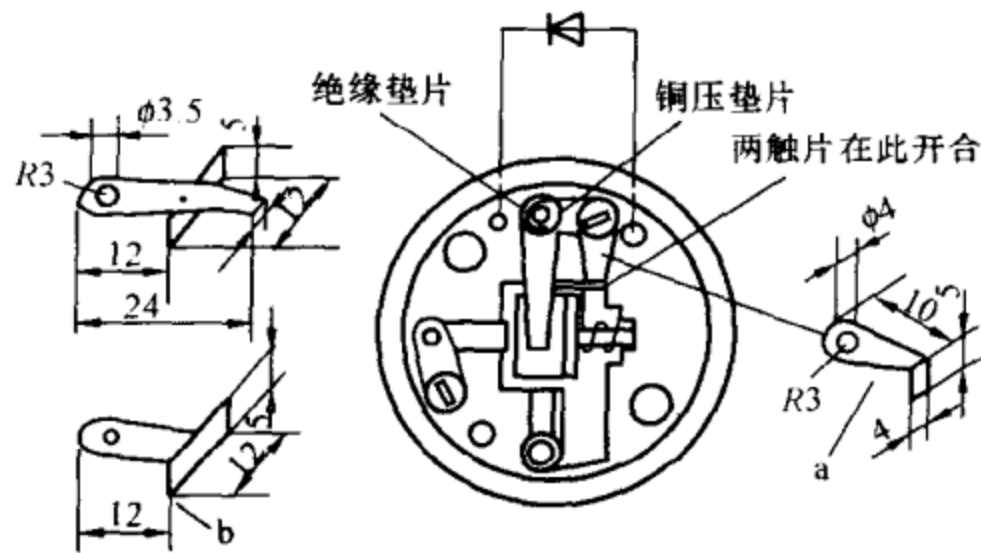

图 2-46 拉线开关改制延寿开关示意图
白炽灯经常损坏的原因多是由于开启时它的冷态电阻比工作时热态电阻小得多，因此开启时冲击电流很大。为了延长白炽灯使用寿命，可在普通拉线开关上做点改进：拉下拉线开灯时，电路中串联二极管降压启动白炽灯；放回拉线后，二极管被短路，白炽灯全压运行。具体改制方法如图 2-46 所示。
(1) 用与原定位接触铜簧片厚薄相当的磷铜片做成如图 2-46 所示 a、b 两种形状。铜片 b 与原接触铜簧片连成一体，与铜压垫片一起安装时，中间用绝缘垫片隔开。
(2) 二极管安装在底座背面的空间内，两根引线穿过开关塑料底座新钻的两个小孔，接在铜片 a 与原铜簧片上。
(3) 铜片 a 与铜片 b 安装好后，它们的接触处应有一间隙。当拉线拉下时，靠铜片 b 的弹性，它们的接触处正好断开，使二